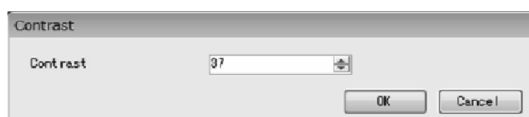

図95
- ① メニューの「Setup(S)」>「LCD」>「Contrast」をクリックします。
② 次のウィンドウ(図95)が表示されます。ここでは表示ドットのコントラストを設定します。